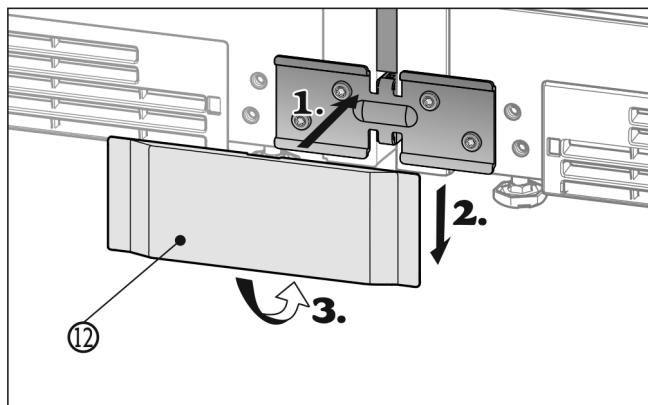

Fig. 31
- ▶ De onderste afdekking Fig. 31 (12) van voren op het hoekstuk plaatsen Fig. 31 (1), omlaag schuiven Fig. 31 (2) en van onder borgen Fig. 31 (3).